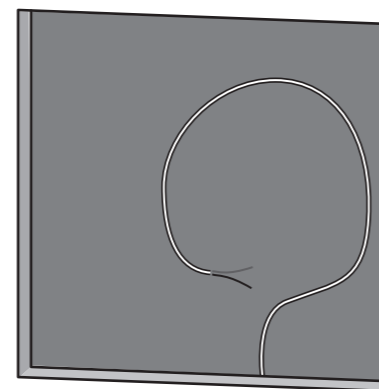

Fig. 13. Speaker Wire
3. Fai passare il cavo dell'altoparlante dall'amplificatore a questa posizione, lasciando abbastanza lasco per consentire il collegamento (Fig. 13).